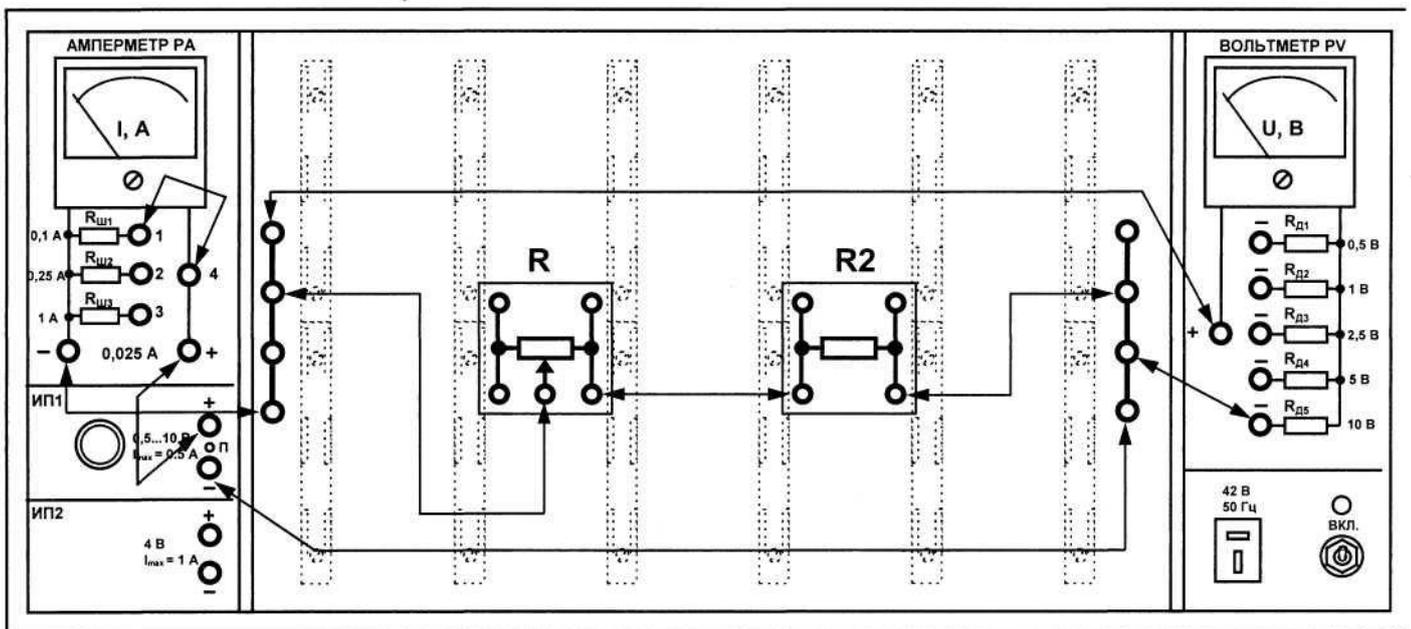

Рис. 1.
1. Соберите схему исследования, приведенную на рис.1.